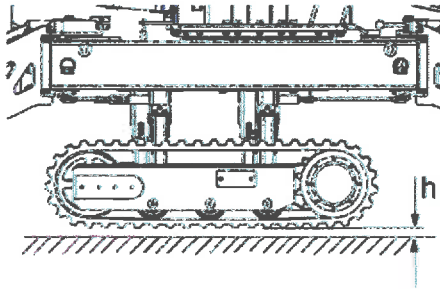

Abb. 67: Kettenfahrwerk entlasten
3. Die Maschine mittels der Stützen so weit anheben, bis das Kettenfahrwerk gerade entlastet ist (Abb. 67/h = max. 20 mm) (☞ Kapitel 6.5 „Maschine in Arbeitsstellung bringen“ auf Seite 68).